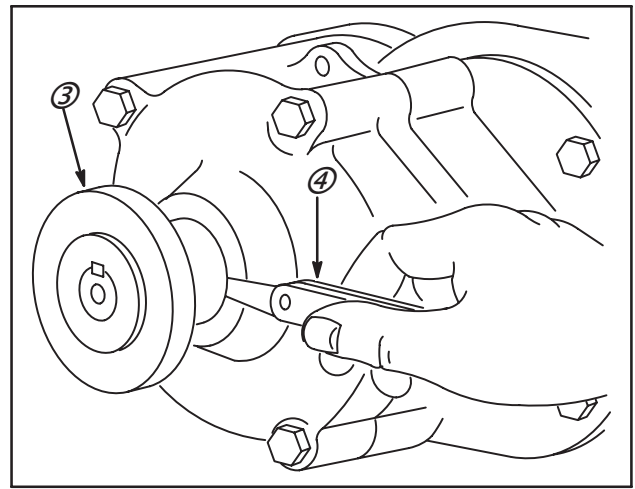

Fig. 47
NOTE : Si un comparateur n'est pas disponible, utiliser un pignon ou une poulie (3) et une cale d'épaisseur (4) pour vérifier le jeu latéral comme indiqué en Fig. 47.